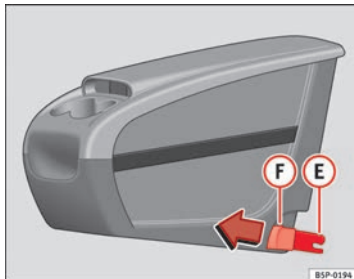
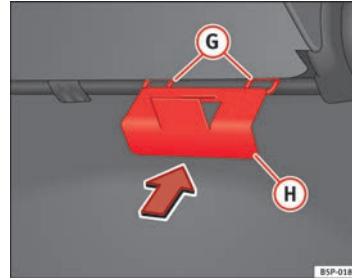

Abb. 111 Zusätzliche Ablage. Montage
Abb. 112 Halteplatte der zusätzlichen Ablage
- Die Halteplatte (H) ⇒ Abb. 112 der zusätzlichen Ablage vom Fahrzeuginnern aus auf der Rückseite des Sitzes befestigen. Sie muss sich zwischen der Lehne und dem Sitzkissen im Bereich des mittleren Rücksitzes befinden.
- Die beiden Befestigungselemente **(E)** ⇒ Abb. 111 zu den beiden Befestigungsringen **(G)** ⇒ Abb. 112 ausrichten und die beiden Klammern vollständig in die Befestigungsringe eindrücken.
- An den Knöpfen ⇒ Abb. 111 **(F)** der Klammern nach vorne ziehen (rote Knöpfe), bis sie hörbar ausgehängt sind.